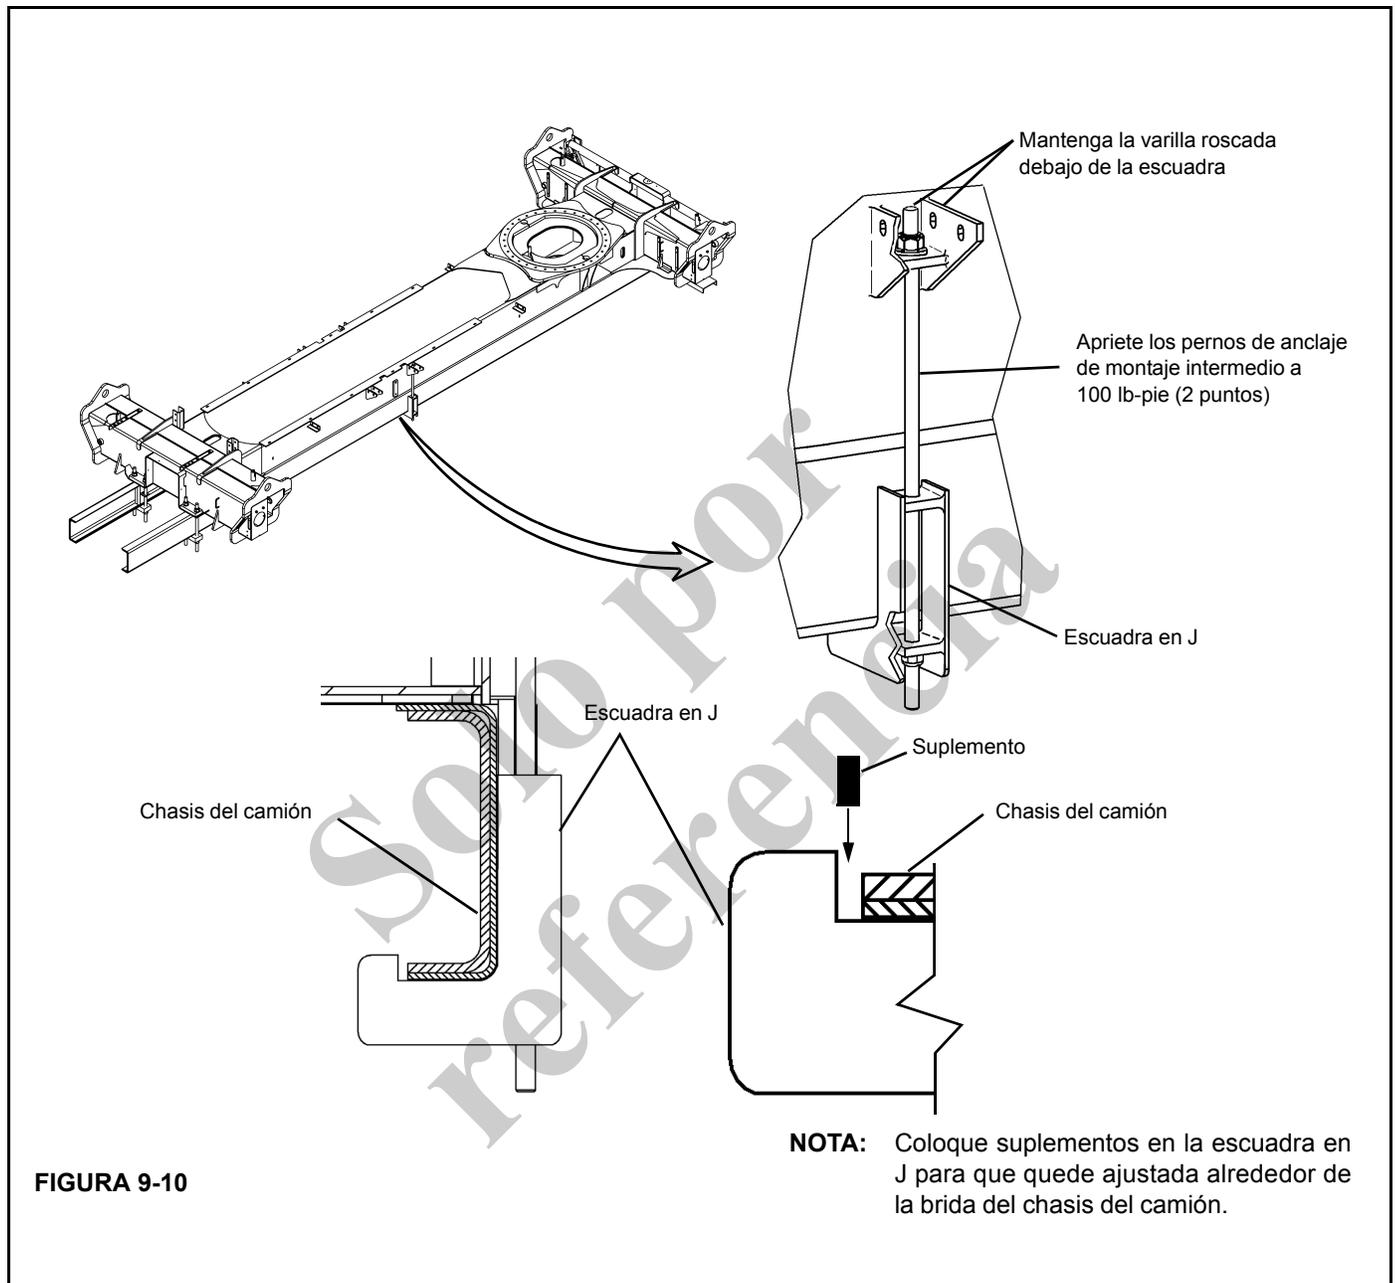

FIGURA 9-10
5. Instale el anclaje de montaje intermedio en el chasis del camión (Figura 9-10). Revise la colocación de la escuadra en J en el chasis del camión y colóquelo suplementos de ser necesario.